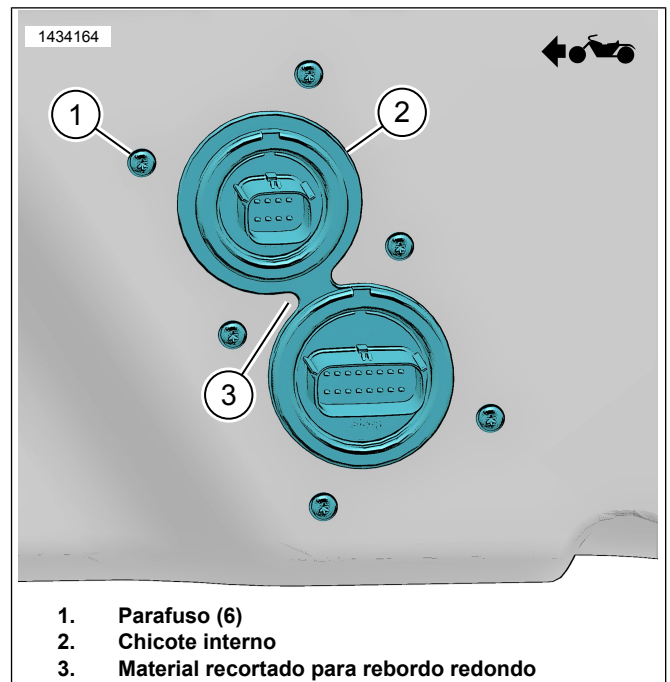

Figura 10. Chicote interior
- d. Figura 10 Apare o material para rodear a berma (3).
11. Figura 10 Instale o chicote interno (2).